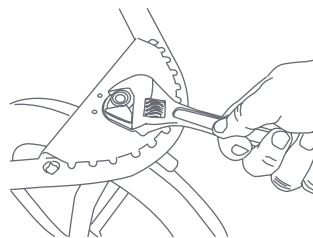

Fig. 6
- 6) • If you experience front wheel wobble that is beyond what is normal for use while walking or jogging you may have to adjust the front wheel housing nut. This nut is located under the footrest located at the -front of the jogger (Fig. 6). You can use a standard crescent wrench to tighten the nut. **DO NOT OVER TIGHTEN** this can cause damage to the wheel housing.
- Si experimenta un tambaleo en la rueda delantera que es anormal para el uso al caminar, podría tener que ajustar la arandela de la rueda delantera, que se encuentra debajo del reposapiés al frente del carrito (Fig. 6). Puede usar una llave inglesa estándar para ajustar la tuerca. **NO AJUSTE DE MÁS.** ya que podría dañar la arandela.